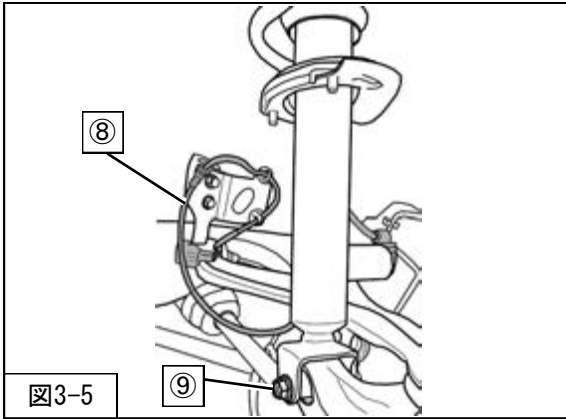

図3-5
6. ⑧ダイナミックデジタルサスペンションのコネクター接続を切り離してください。(図3-5)
7. ⑨リアサスペンションASSYロア取付ボルトを取外してください。(図3-5)